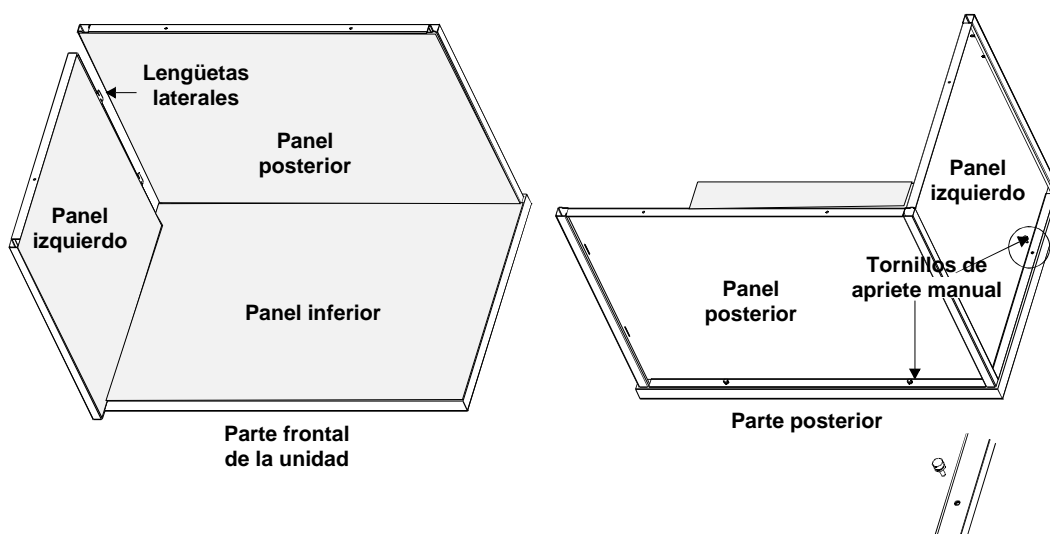

Figura 3. El panel izquierdo en los paneles posterior e inferior
5. Mientras sujeta el panel trasero, introduzca las lengüetas laterales del panel izquierdo (#2) en el panel trasero (#3). Fije el panel izquierdo al panel inferior con los tornillos de mano, tal como se muestra en la Figura 3.